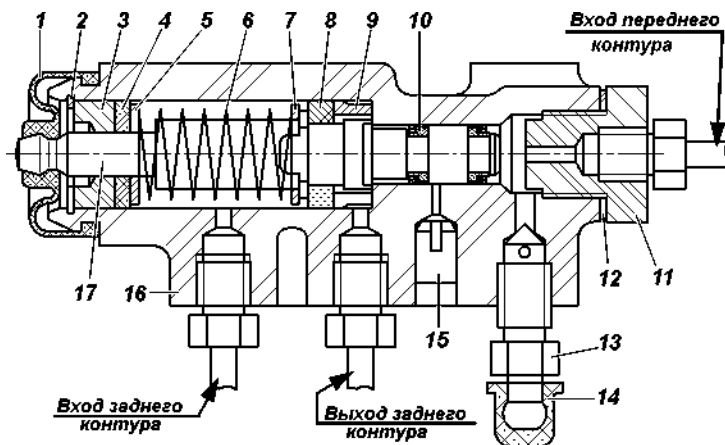

Рис. 9.24. Регулятор давления:
Регулятор давления. На автомобилях, не оснащенных антиблокировочной системой тормозов, устанавливается регулятор давления (рис. 9.24), который обеспечивает оптимальное распределение тормозных сил по осям автомобиля и не допускает блокировку задних колес раньше передних. При обслуживании проверяйте работоспособность регулятора давления. Очищайте регулятор от грязи и проверяйте надежность
При нажатии на педаль тормоза поршень 17 (рис. 9.24) регулятора давления должен выдвинуться из корпуса на 1,7 - 2,3 мм. Отсутствие хода поршня, а также его недостаточный или чрезмерный ход свидетельствует о неисправности регулятора или его привода.
3. Заверните болт 3 до соприкосновения его с хвостовиком поршня 17 (рис. 9.24) регулятора.